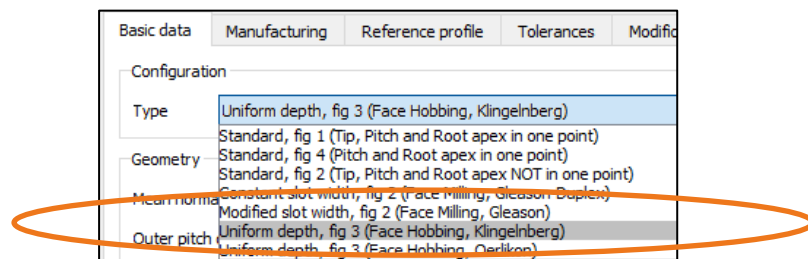

Figure 28. Selecting «Uniform depth» type for the palloid procedure
- In «**Basic data**» → «**Type**», select the «**Uniform depth, fig 3 (Klingelberg)**» type (see Figure 28).